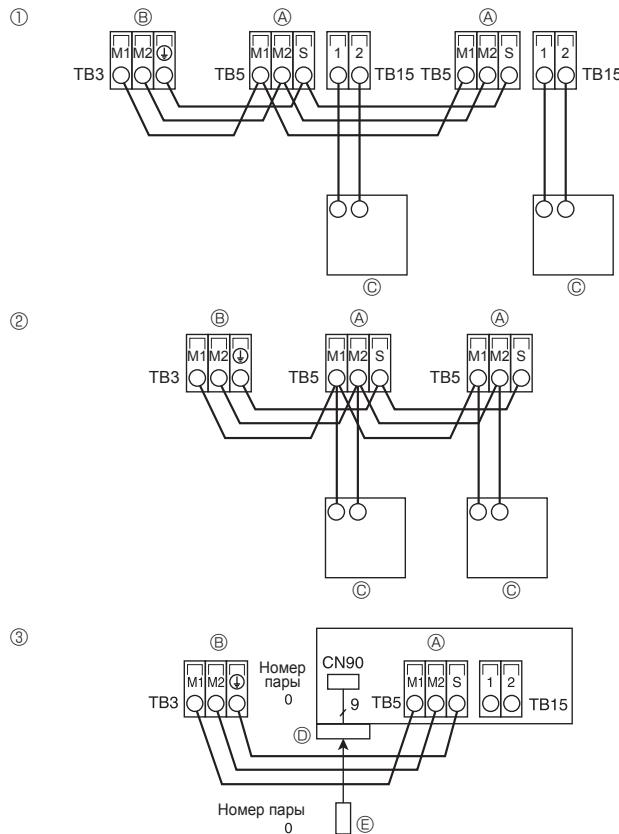
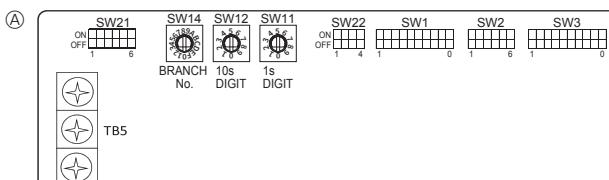

Fig. 5-9
Fig. 5-10
5.5. Подсоединение пульта дистанционного управления, кабелей передачи внутри и снаружи (Fig. 5-9)
- ① Пульт дистанционного управления "МА"
- ② Пульт дистанционного управления "M-NET"
- ③ Беспроводной пульт дистанционного управления (при установке беспроводного ресивера сигналов)
- Ⓑ Блок выводов для внешнего кабеля передачи (M1(A), M2(B), ④(S))
5.6. Установка адресов (Fig. 5-10)
5.7. Установка переключателей при высоком потолке или при изменении числа выходов воздуха (Fig. 5-10)
5.8. Определение температуры в помещении встроенным датчиком пульта дистанционного управления (Fig. 5-10)